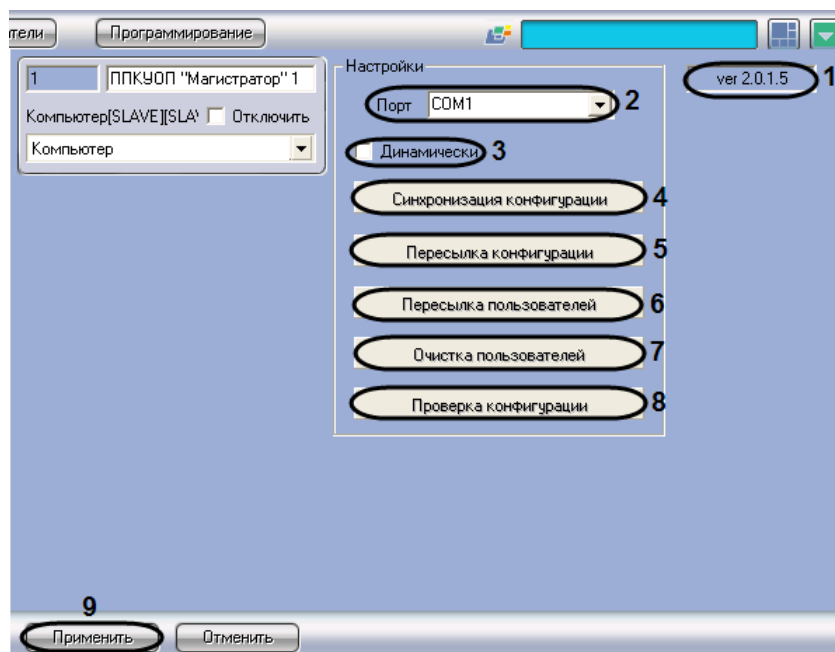

Рис. 3.2-2 Настройка взаимодействия ПК ACFA Intellect с ОПС Магистратор
1. Перейти на панель настройки объекта **ППКУОП «Магистратор»** (Рис. 3.2-2).
Примечание. В поле 1 (Рис. 3.2-2) отображается версия модуля интеграции Магистратор.
2. Из раскрывающегося списка **Порт** выбрать COM-порт Сервера *Интеллект*, используемый для подключения к прибору *Магистратор* (см. Рис. 3.2-2, 2)
3. Для динамического конфигурирования объектов, дочерних по отношению к данному объекту ППКУОП "**Магистратор**", установить флажок **Динамически** (см. Рис. 3.2-2, 3). Если данный флажок установлен, при сохранении изменений в настройках дочерних объектов автоматически будет выполняться пересылка изменений в оборудование *ОПС Магистратор*.
4. Для чтения конфигурации оборудования, подключенного к прибору *Магистратор*, нажать кнопку **Синхронизация конфигурации** (см. Рис. 3.2-2, 4).
6. Для пересылки настроек объектов, дочерних по отношению к данному объекту **ППКУОП “Магистратор”**, в устройства *ОПС Магистратор* нажать кнопку **Пересылка конфигурации** (см. Рис. 3.2-2, 5)
7. Для пересылки списка пользователей ключей Touch Memory из ПК *ACFA Intellect* в Touch канал *ОПС Магистратор* нажать кнопку **Пересылка пользователей** (см. Рис. 3.2-2, 6)
8. Для очистки списка ключей в Touch канале *ОПС Магистратор* нажать кнопку **Очистка пользователей** (см. Рис. 3.2-2, 7).
9. Для проверки корректности настроек объектов ПК *ACFA Intellect*, связанных с *ОПС Магистратор*, нажать кнопку **Проверка конфигурации** (см. Рис. 3.2-2, 8).
10. Для сохранения внесенных изменений в базе данных ПК *ACFA Intellect* нажать кнопку **Применить** (см. Рис. 3.2-2, 9)